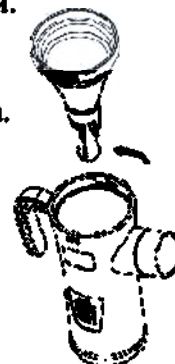

Рисунок 8.
- Поверните против часовой стрелки дефлектор и извлеките его из чашки ингалятора (Рисунок 8).